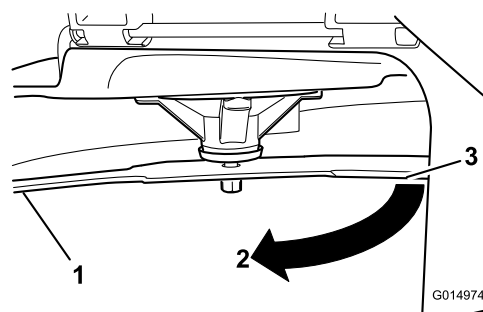

Рисунок 66
3. Измеренное расстояние между ножом и поверхностью (A)
4. Поверните тот же нож на 180 градусов, чтобы теперь его противоположная режущая кромка была в том же положении (Рисунок 66).